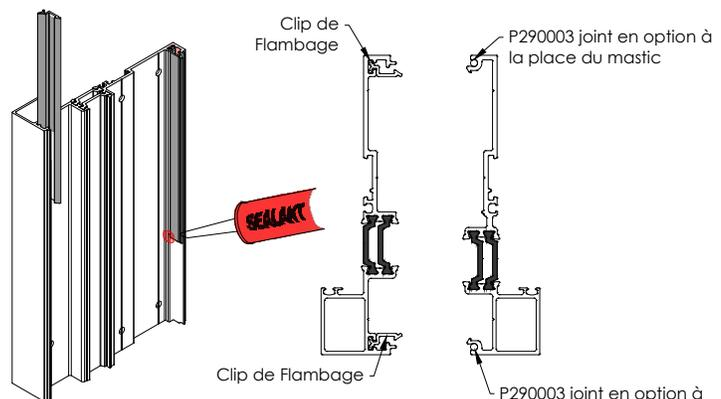

FIG. 6
- Faites glisser les clips anti-bouclage à l'emplacement des verticales femelles. Notez qu'il est préférable de localiser les clips en haut, en bas et au maximum 24" [610] ou. **Voir FIG 6.**
- Appliquez une noisette de mastic des deux côtés du clip pour le maintenir en place. **Voir FIG 6.**